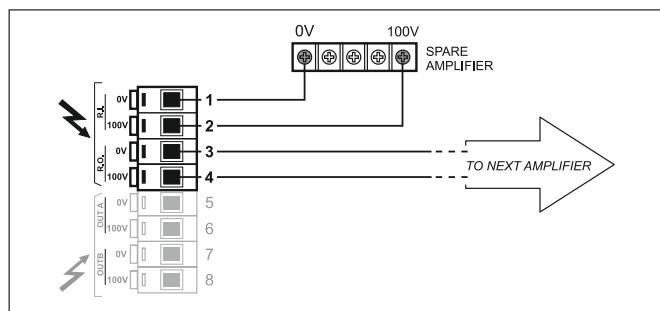

Abb. 3.4.2
Das Klemmenbrett (11) hingegen wird für einen eventuellen Anschluss an einen Ersatzverstärker verwendet (Abb. 3.4.2).